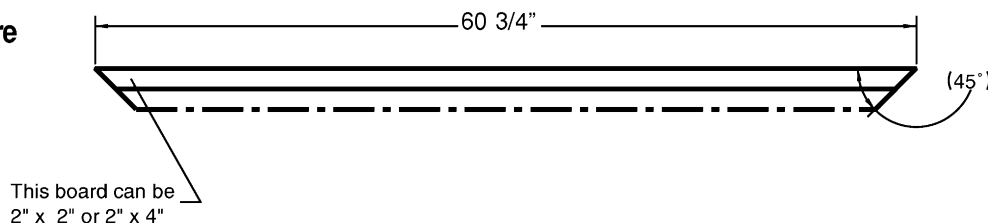

Fig. 2 Side View
- Using either 2" x 2" or 2" x 4" wood, cut two shelf braces to 60" L with a 45 degree angle on the ends (Fig. 2)
- Utilisez des colombes de bois de 2 x 2 po. (5 x 5 cm) ou de 2 x 4 po. (5 x 10 cm), et coupez deux supports de 60 po. (152 cm) avec des bords à un angle de 45 degrés (Fig.2).